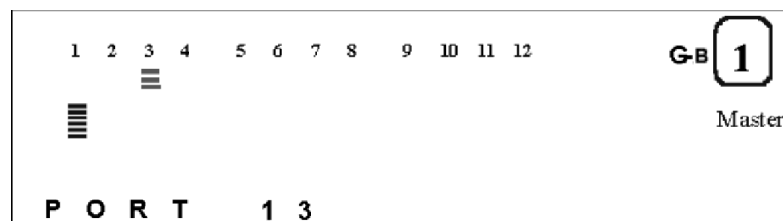

Abbildung 30. Anschlußauswahl
2. Im Menü für die Anschlußauswahl wird der aktuelle Hub (Hub 3) durch drei Balken unterhalb der Anzeige für die Anschlußnummer angezeigt. Die Nummer des ausgewählten Anschlusses wird im Nachrichtbereich angezeigt. Außerdem ist der momentan ausgewählte Anschluß an den sechs Balken unterhalb der Anschlußnummer (Anschluß-Cursor) erkennbar (siehe Abb. 30).